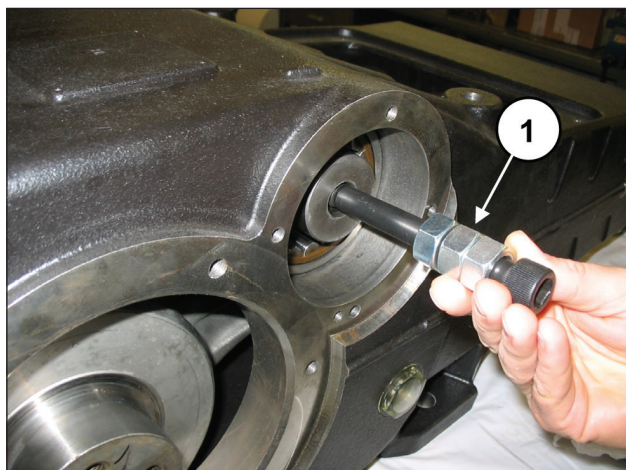

Fig. 57
Pour faciliter l'insertion de l'arbre de la prise de force dans le roulement, monter une vis M16 en bout d'arbre dans le but de soulever ce dernier (rep. ①, Fig. 57).